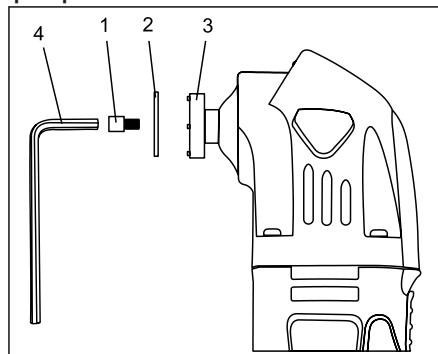

Fig. 1
1 . Отвинтите винты (1) и шайбу (2) из держателя аксессуары (3), повернув винт против часовой стрелки . Используйте шестигранный ключ 5 мм (Allen) (4) , если винт слишком туго , чтобы быть удалены вручную (рис. 1) .
а) Для аксессуаров “ открытой спиной ” (рис. 1а) , винтовые лопасти не должны быть удалены. Достаточно слегка ослабьте лезвие , чтобы позволить аксессуар , чтобы проскакивать между аксессуаров шкивов и держателя .
б) Для аксессуаров “ закрытый конец ” (рис. 1б) , винт должен быть полностью удален из документа.